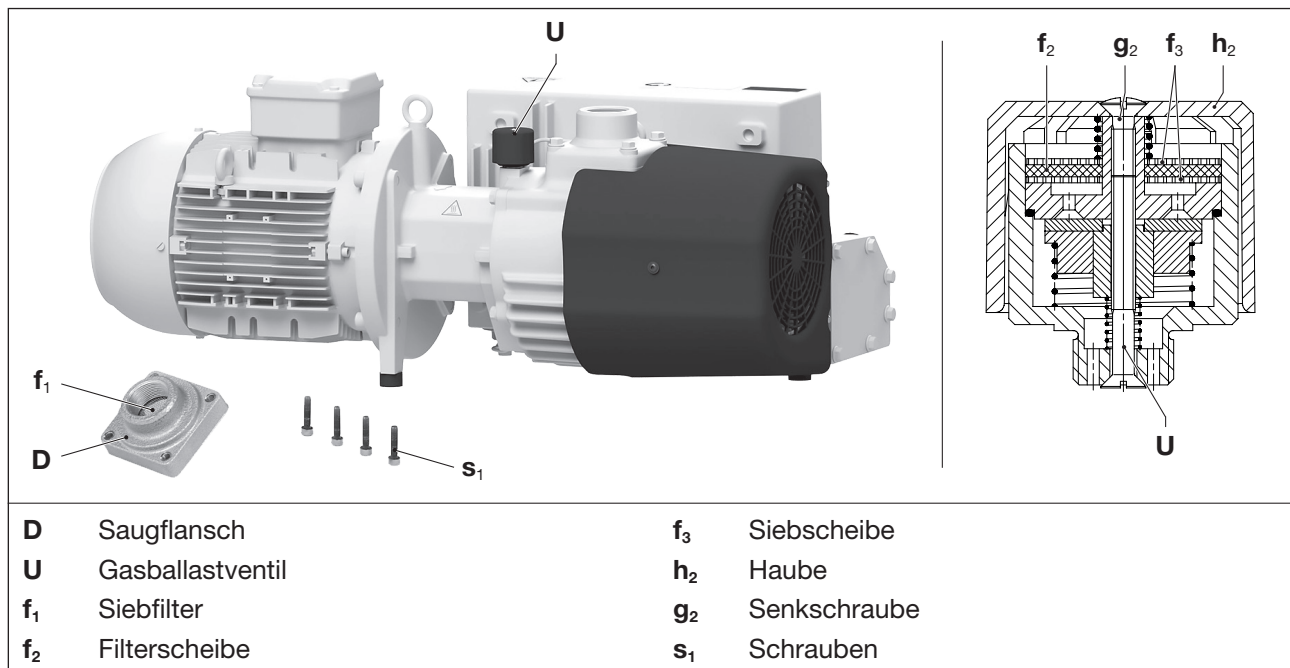

Abb. 6 Siebfilter und Gasballastventil
Siebfilter (Abb. 6/f₁) ist je nach Verunreinigung des abgesaugten Mediums mehr oder weniger oft durch Auswaschen bzw. Ausblasen zu reinigen oder zu ersetzen.
- Saugflansch (Abb. 6/D) nach lösen der Schrauben (Abb. 6/s₁) abnehmen.
- Siebfilter (Abb. 6/f₁) reinigen.
- Saugflansch (Abb. 6/D) aufsetzen und mit den Schrauben (Abb. 6/s₁) befestigen. Anzugsmoment: 35 Nm
Die Pumpen arbeiten mit einem Gasballastventil (Abb. 6/U). Die eingebaute Filterscheibe (Abb. 6/f₂) und Siebscheiben (Abb. 6/f₃) sind je nach Verunreinigung des durchströmenden Mediums mehr oder weniger oft zu reinigen. Bei der VCX sind die Filterteile beider Gasballastventile zu reinigen.
- Durch Lösen der Senkschraube (Abb. 6/g₂) und Entfernen der Kunststoff-Haube (Abb. 6/h₂) können die Filterteile zur Reinigung herausgenommen werden.
- Die Filterscheibe (Abb. 6/f₂) und die beiden Siebscheiben (Abb. 6/f₃) durch Ausblasen reinigen oder ersetzen.
- Filterscheibe (Abb. 6/f₂) zwischen die Siebscheiben (Abb. 6/f₃) legen und in das Ventil einsetzen. Kunststoffhaube (Abb. 6/h₂) aufsetzen und mit der Senkschraube (Abb. 6/g₂) befestigen. Schraube handfest anziehen.